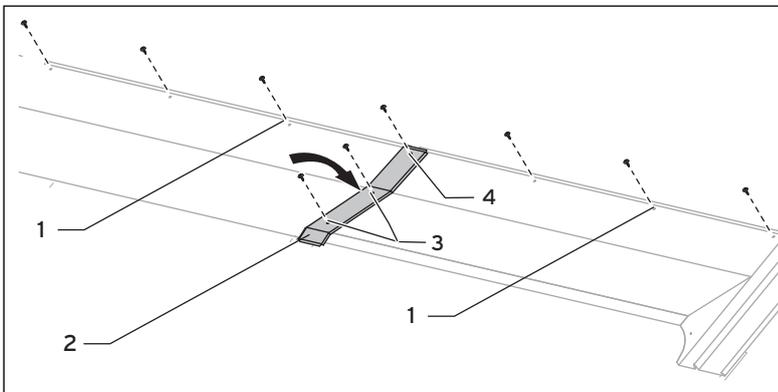

Abb. 5.34 Firstbleche verschrauben und obere Firstblech-Verbinder anbringen
- Befestigen Sie alle Firstbleche mit den Schrauben Nr. 1 (→ **Tab. 5.2/5.4**) mittels Torx-Bit an den Dachlatten (1).
- Befestigen Sie alle oberen Firstblech-Verbinder (2) mit zwei Schrauben Nr. 4 (→ **Tab. 5.2/5.4, Pos. (3) in Abb. 5.34, und einer Schraube Nr. 1 (→ Tab. 5.2/5.4, Pos. (4) in Abb. 5.34, mittels Torx-Bit über dem Firstblechstoß.**